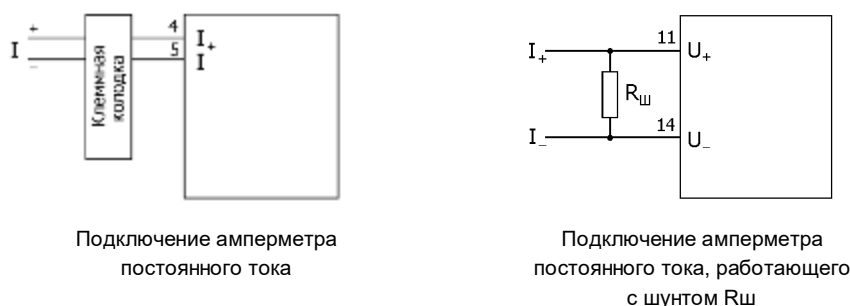

Рисунок 3.16 – Подключение одноканального амперметра постоянного тока PA195I
- (2) Измеряемый ток прибора не должен превышать верхней границы диапазона измерения, равной 1,2 номинального значения. В противном случае на входе переменного тока используйте соответствующий измерительный трансформатор тока. В случае подключения нескольких приборов переменного тока их входные цепи тока присоединяются к обмотке трансформатора тока последовательно. При отключении входов переменного тока необходимо прежде выключить первичные цепи трансформаторов тока или закоротить вторичные обмотки трансформаторов тока. Для измерения постоянного тока больше 5 А используйте амперметр с входом напряжения, предназначенный для работы с шунтом, который подключается к измерительному входу напряжения прибора (клеммы 11 и 14, рисунок 3.16) параллельно.
- (3) Соблюдайте порядок подключения фаз 3-фазных приборов. Тогда ток (напряжение) фазы А, В и С будет отображаться соответственно в первой, второй и третьей строке индикатора.
- (4) В случае приборов, в меню которых предполагается выбор схемы подключения (3-фазная 3-проводная или 3-фазная 4-проводная) следите за тем, чтобы в меню прибора была выбрана схема подключения, соответствующая фактической.
- (5) Используйте клеммную колодку в цепях тока, как показано выше на схемах, если необходимо без отключения нагрузки отсоединять амперметр (ампервольтметр), токовые входы которого подключаются к измеряемой цепи непосредственно или через трансформатор тока. Прежде чем отсоединять прибор, на клеммной колодке замкните перемычкой каждый из токовых входов прибора.